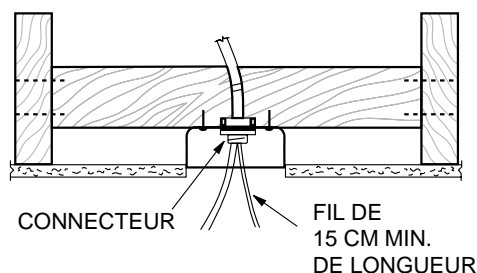

FIGURE 3
- B. Placez le câble électrique dans la boîte de raccordement et fixez-le avec un connecteur approuvé. Veillez à ce que le câblage soit conforme à tous les codes locaux et nationaux en vigueur. Les fils doivent dépasser de la boîte de raccordement d'au moins 15 cm pour faire facilement les connexions. Voir figure 3.